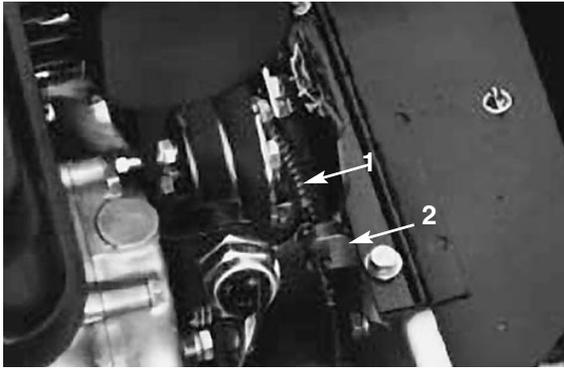

Figure 36
- Desserrer la fixation du capot de la courroie trapézoïdale et ouvrir le capot (Fig. 36).